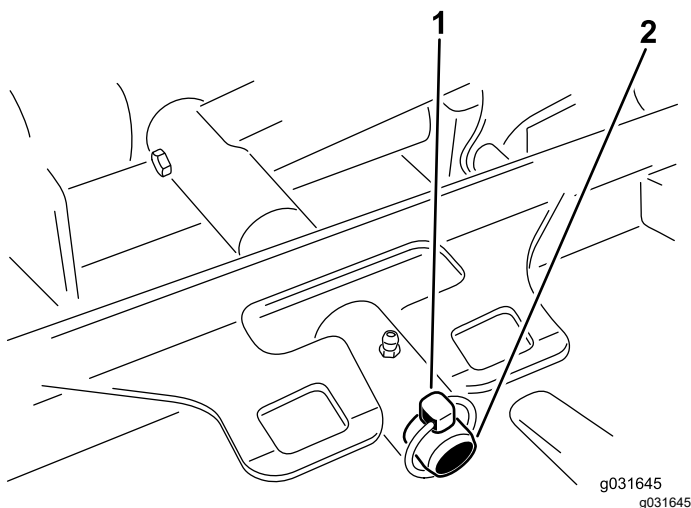

Figura 68
3. Retire o pino de sujeição ou a porca de bloqueio que fixa estrutura de suporte da plataforma ao pino de articulação do braço de elevação (Figura 68).
3. Deslize a estrutura de suporte da plataforma para o pino da articulação do braço de elevação e prenda-a com o pino de sujeição ou a porca de retenção (Figura 68).